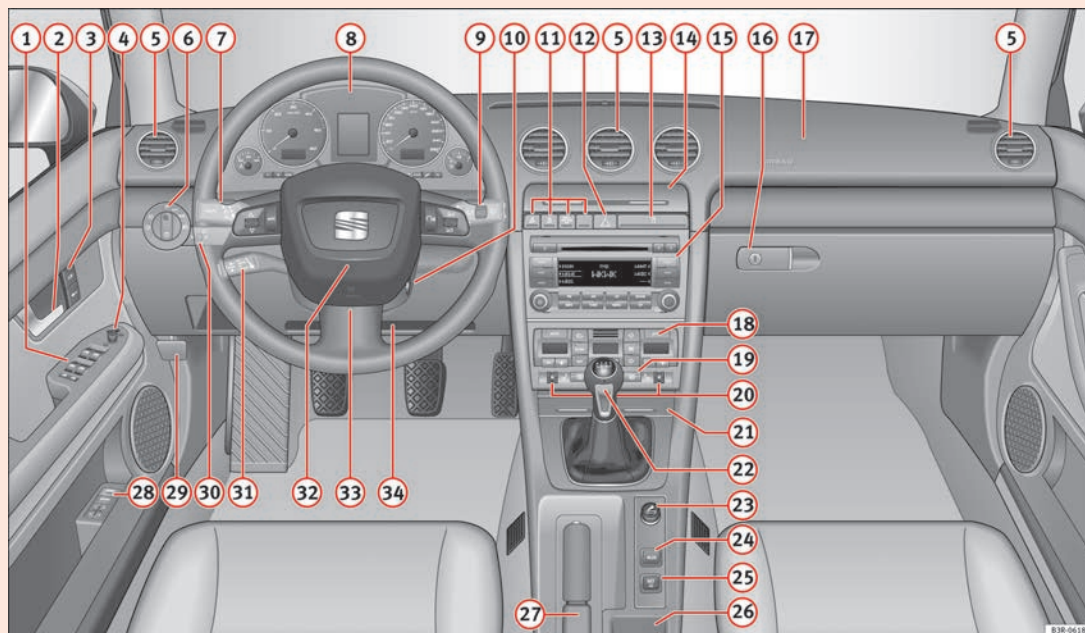

Fig. 37 Algunos de los equipamientos relacionados pertenecen sólo a determinadas versiones del modelo o son equipamientos opcionales.
- En vehículos dotados de volante a la derecha*, la disposición de los elementos de mando difiere parcialmente de la que se muestra en la figura ⇒ fig. 37. Los símbolos de los mandos son, sin embargo, los mismos. ■